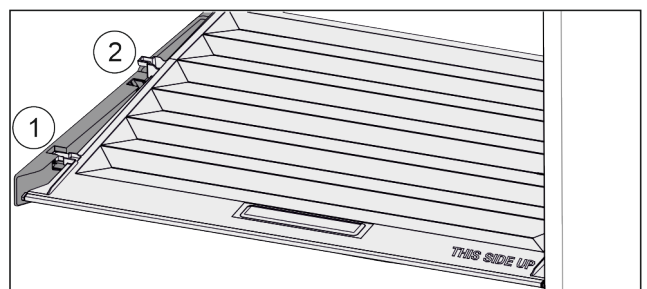

Fig. 59
- ▶ Deksel tot de opening in de vasthouddelen naar voren trekken Fig. 59 (1).
- ▶ Aan de achterkant vanaf de onderkant omhoog tillen en vanaf de bovenkant verwijderen Fig. 59 (2).